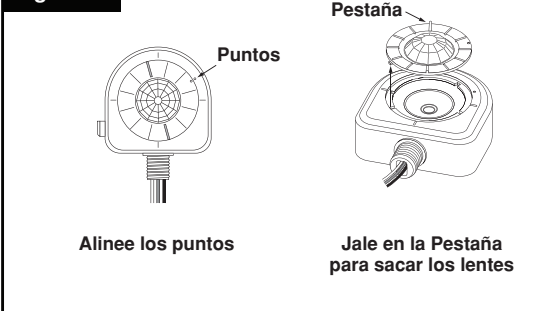

Figura 7B
- Si desea, inserte el bloqueador negro de pasillo debajo del ensamble de los lentes. **NOTA:** Coloque el bloqueador de acuerdo a la dirección del pasillo (**ver Figura 7B**).